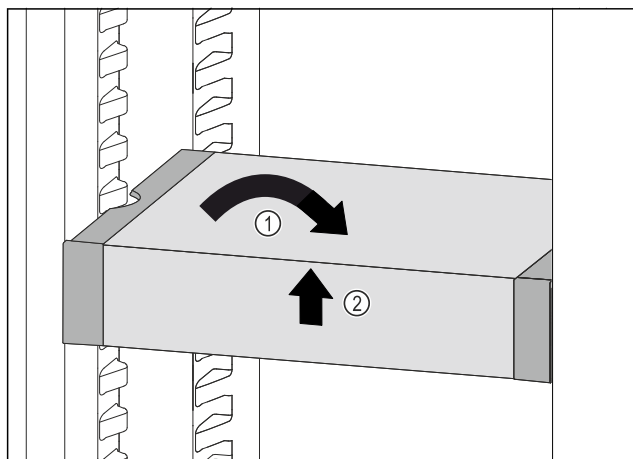

Fig. 201
- ▶ VarioSafe ustawić prosto. Fig. 201 (1)
- ▶ VarioSafe unieść z przodu. Fig. 201 (2)